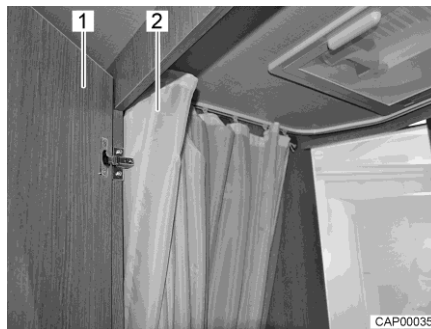

Bild 126 Toalett med dusch
- Stäng dörren (Bild 126,1) när du vill duscha och dra till duschförhänget (Bild 126,2) helt, så att alla väggar är skyddade.